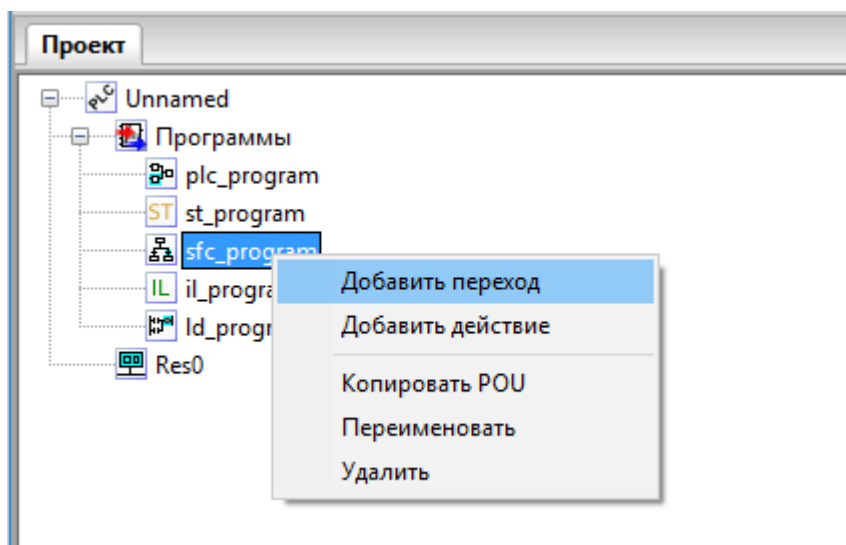
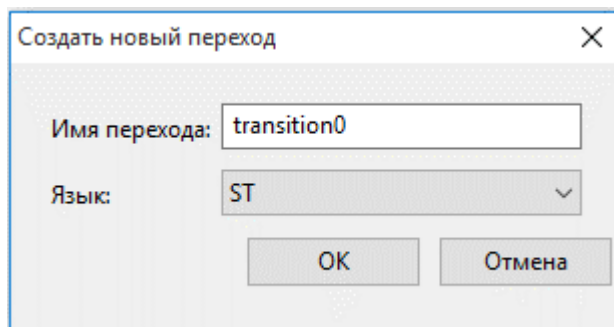

Рисунок 558. Искра Дизайнер ПЛК. Программа SFC. Добавление predetermined перехода в дереве проекта
Рисунок 559. Искра Дизайнер ПЛК. Программа SFC. Конфигурирование predeterminedного перехода
- «Ссылка» – Выбирается predetermined переход в дереве проекта для данного программного модуля. Для создания predetermined перехода нужно нажать правой кнопкой мыши на программе и выбрать «Добавить переход» (см. Рисунок 558) и задать имя перехода и язык, на котором будет писаться условие перехода (см. Рисунок 559). В дереве проекта у программы будет создан подэлемент, в котором можно на указанном языке написать условие перехода. Данный вариант применяется для сложных условий перехода и при использовании одного условия в нескольких переходах.